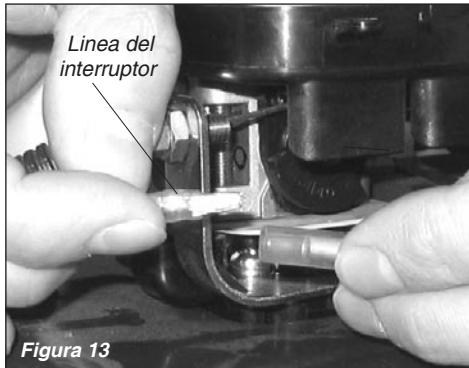

Figura 13
- Conecte el cable del interruptor al empujar las balas de conexión juntas. Vea la figura 13.